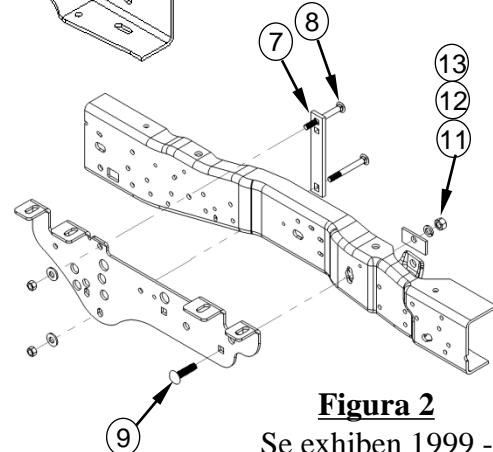

Figura 2
- e. **Para vehículos 1999-2007:** Use la ranura en el bastidor que está debajo del soporte posterior de la base para instalar el soporte del bastidor con el perno de carroaje de 5/8" (9). El espaciador de 5/8" (10) **no se debe usar** entre el soporte y el bastidor. Ver Figura 2. Instale el perno de 5/8" (9) al interior del bastidor con un espaciador de 1/4" x 1-1/2" x 3" (11), arandela de bloqueo (12) y tuerca hexagonal (13). Apriete a mano únicamente.